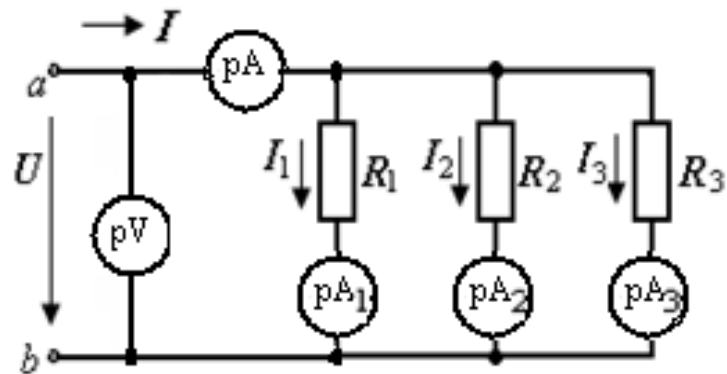

Рисунок 1.2 – Схема цепи с параллельно соединенными резисторами
1.2.2.1 Вычертить схему параллельного соединения трех резисторов (рисунок 1.2). Значения приложенного напряжения и сопротивлений резисторов для соответствующих вариантов приведены в таблице 1.1.